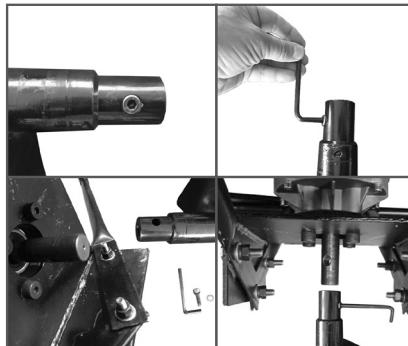

Рис. 3. Установка шнека
- Снимите крепеж шнека (Рис.3). Отсоедините двигатель от шнека и уберите его в сторону. Двигатель должен опираться на грунт ручками и валом отбора мощности.